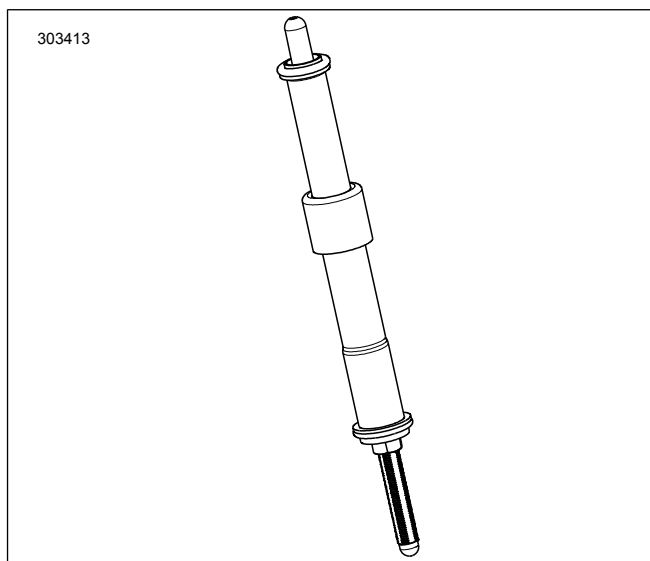

Figura 2. Haste de impulsão instalada na cobertura da haste de impulsão
7. Figura 2 Instale as hastes de impulsão de admissão nas coberturas da haste de impulsão. Substitua os O-rings, a cobertura da haste de impulsão inferior e o fixador da cobertura de mola pelos novos componentes fornecidos no kit. Certifique-se de que a extremidade do ajustador da haste de impulsão está em baixo.